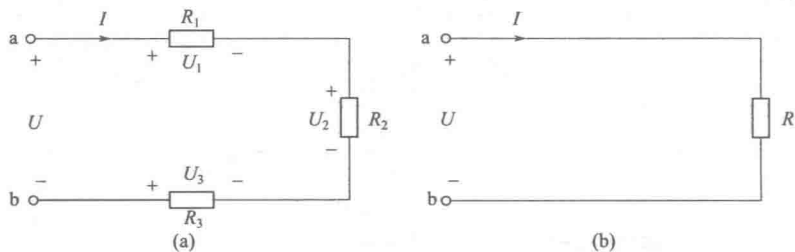

图 1-8 电阻的串联
(1) 电阻的串联 若干个电阻顺次连接，中间无分叉的连接方式叫电阻串联，如图 1-8 (a) 所示。
等效电路如图 1-8 (b) 所示。